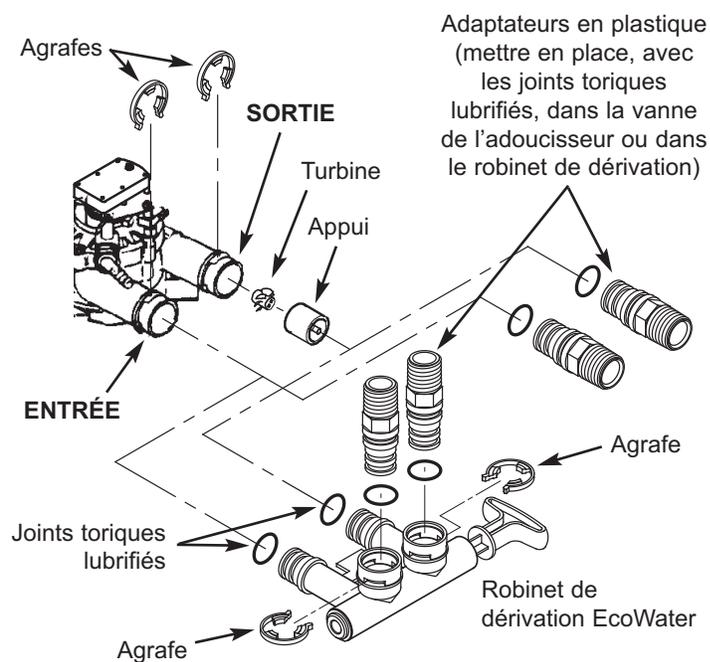

FIG. 6
- Pose d'un robinet de dérivation simple : placez les joints toriques lubrifiés dans le robinet, puis insérez-le dans les orifices d'entrée et de sortie de la vanne (cf. Figure 6).
- Pose de trois robinets de dérivation : placez un joint torique lubrifié dans chaque adaptateur en plastique de mise en place; insérez un adaptateur dans l'orifice d'entrée, puis l'autre dans l'orifice de sortie de la vanne (cf. Figure 6).